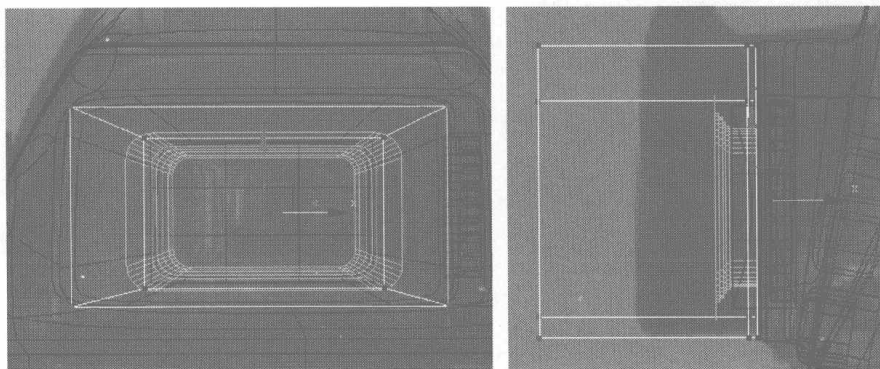

图 6.216
- 03 切换为节点编辑，在 Back 与 Left 视图中分别调整该物体上的节点，调整其形状，如图 6.216 所示。